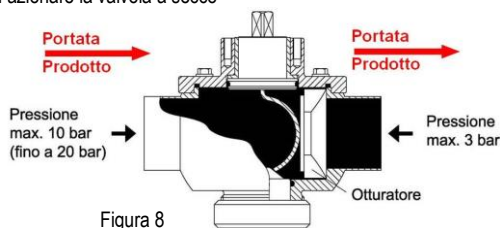

Figura 8
Temperatura	Pressione max. (vedere figura 8)
- La posizione dell'otturatore nella valvola ad arco / valvola pigging deve essere scelta in modo tale che la direzione del prodotto prema l'otturatore sempre contro lo scarico valvola (vedere figura 8)